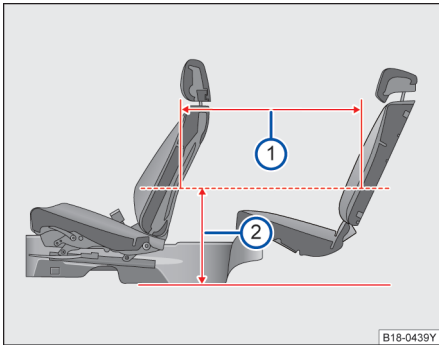

图 45 座椅座间距
当前排座椅前后位置：座椅最后往前滑动 125mm，高度及靠背角都处于设计位置；后排座椅位于设计位置时，在距离地板位置 474mm 处→图 45②，座间距为 831mm→图 45①，部分车型在距离地板位置 475mm 处→图 45②，座间距为 836mm→图 45①